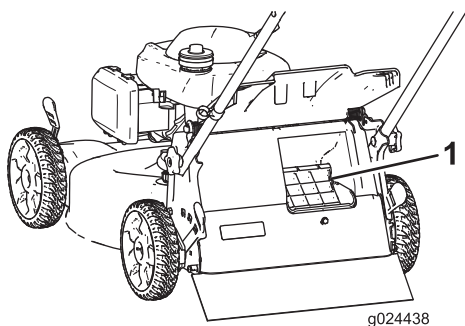

Figura 18
**Importante:** Para asegurar un funcionamiento correcto, retire cualquier recorte de hierba y otros residuos de la tapa de ensacado a demanda y del hueco adyacente (Figura 18) antes de mover la palanca de ensacado a demanda de una posición a la otra.